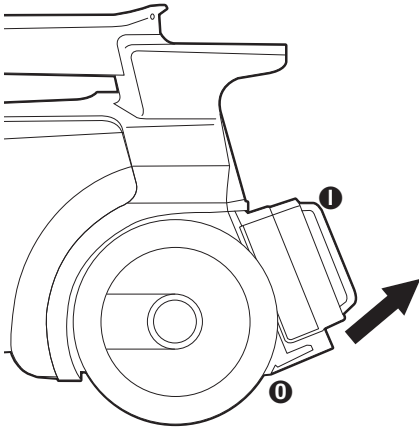

FIG. 13
Step 1: Grasp the bottom clips **2** on the filter **1** (Fig. 13).
Step 2: Pull out and down to release (Fig. 13).
Étape 1 : Saisissez les attaches inférieures ❶ du filtre ❶ (Fig. 13).
Étape 2 : Tirez vers l'extérieur et vers le bas pour libérer (Fig. 13).
Paso 1: Tome las presillas inferiores ❶ del filtro ❶ (Fig. 13).
Paso 2: Jale hacia fuera y abajo para liberarlo (Fig. 13).